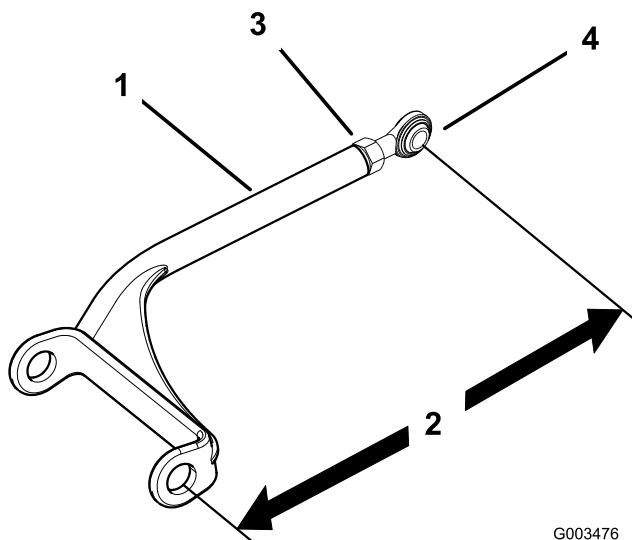

Figure 48
1. Desserrez l'écrou de blocage et tournez la rotule dans le sens anti-horaire, un tour à la fois (Figure 48).
2. Réglez chaque côté de la même façon. Chaque bras de poussée devrait mesurer 384 mm (15-1/8") (Figure 48).